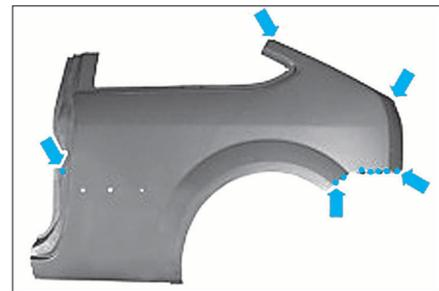

FIG. 65
- Percer des trous Ø 10mm aux endroits indiqués (Fig.65) afin de souder l'aile par bouchonnage.